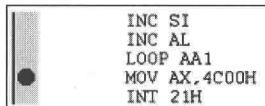
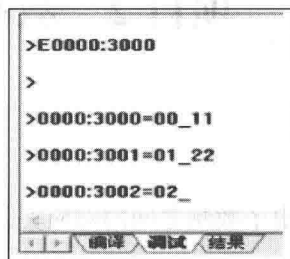

图 1.1.8 断点显示
图 1.1.9 改变该地址单元数据
10) 也可以通过  设置断点, 断点显示如图 1.1.8 所示, 然后运行程序, 当遇到断点时程序会停下来, 然后观察数据。可以使用 E0000: 3000 来改变该地址单元的数据, 如图 1.1.9 所示, 输 11 后按空格键, 可以接着输入第二个数, 如 22, 结束输入按回车键。